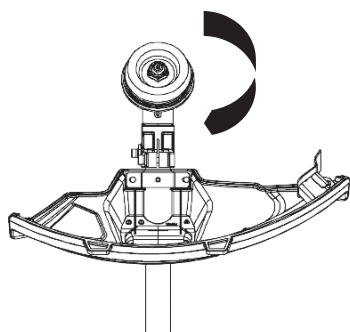

Рис. 7
1. Отсоедините гайку (по часовой стрелке), фиксатор катушки и опорную пластину от корпуса редуктора (рис. 7 и 8).